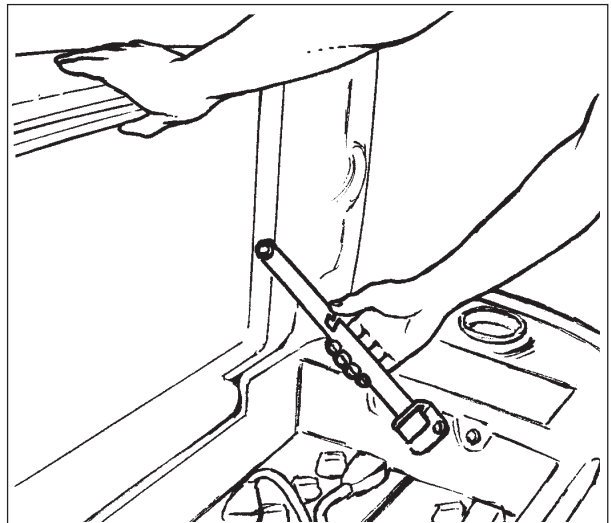

Figura 13A
3. Antes de cargar las baterías, se debe ventilar el compartimento de las baterías. Para ventilar el compartimento, incline hacia arriba el depósito de recuperación hasta que quede bloqueado en una de las dos posiciones abiertas. Véase la figura 13A. Para cerrar el depósito, levante el brazo sujetador y baje el depósito lentamente hasta la posición cerrada.